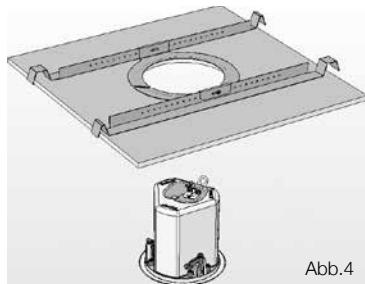

Abb.4
4. Führen Sie die Lautsprecher-Baugruppe von unten in die Öffnung ein und ziehen Sie die Schrauben an der Vorderseite des Lautsprechers an, um die Montage Flügel aufzuspreizen. Ziehen Sie die Schrauben an, bis der Lautsprecher fest sitzt. Bei Verwendung eines Akkuschraubers empfiehlt Tannoy ein Drehmoment von 1,5 Nm. (Abb.4)